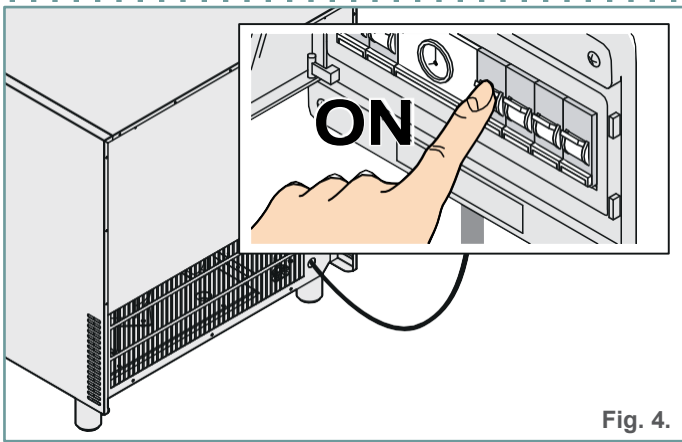

Fig. 4.
► Fig. 4. Dare alimentazione all'apparecchiatura. Per attivare la schermata di stand by toccare il centro dello schermo per 1 secondo. Toccare nuovamente lo schermo in posizione centrale per passare alla 1welcome page1. Ogni volta che lo schermo si pone in stand by toccare lo schermo nella posizione centrale per accedere alla prima schermata. Alle successive riaccensioni (ad esempio dopo un black-out), lo stato dell'apparecchiatura varia in funzione dello stato in cui si trovava prima dell'interruzione dell'alimentazione elettrica.